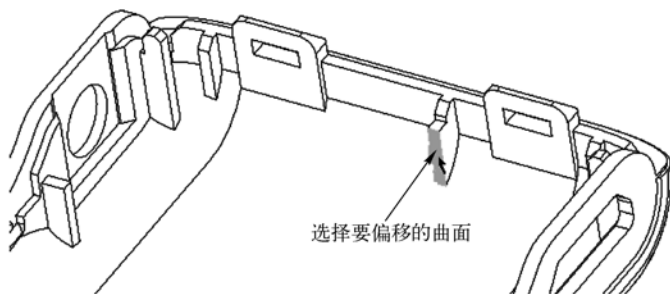

图 9-70 选择要偏移的曲面（几何）
- 2 在图形窗口中选择如图 9-70 所示的实体面作为要偏移的曲面。